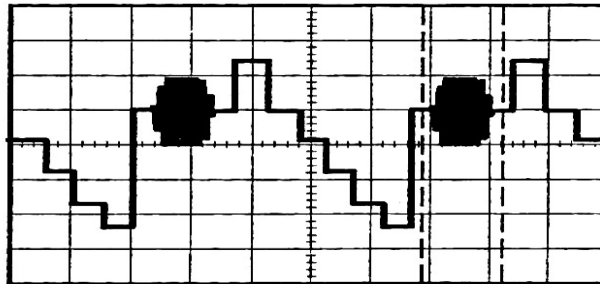

Fig.94.-Señal con amplificación zoom para ver detalles.
- Gire el control Position del mismo panel hasta colocar la ventana alrededor de la parte de la señal que desee expandir. Como se muestra en la fig. 94.